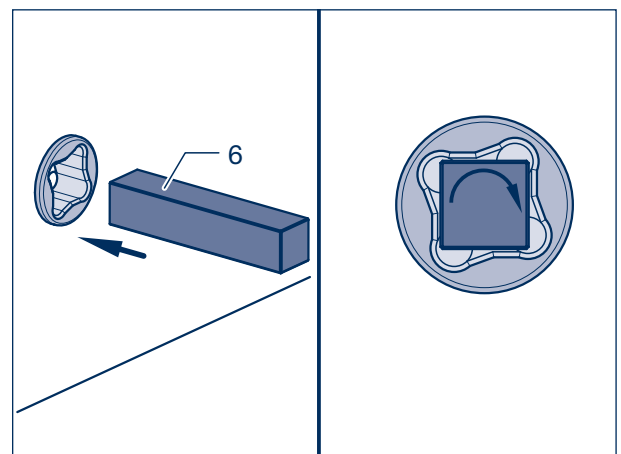

Bild 6
- [11] Schrauben mit Innensechskant (10, SW 4) aus dem Deckel (9a) des Keypad Innenmechanismus (9) schrauben.
- [13] Keypad Vierkantbolzen (6) bis zum Anschlag in das Keypad einstecken. Hierbei muss der Bolzen in die Buchse des Keypads eingefädelt werden, siehe Bild 6. Bei richtiger Montage dreht sich der Vierkantbolzen bei Betätigung des Keypadgriffs.